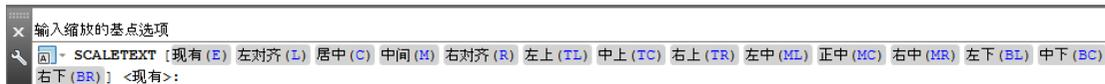

图 7.2.6 命令行提示
Step3. 系统命令行提示 **选择对象:**  , 选取欲缩放的文字,按 Enter 键结束选取;在图 7.2.6 所示的提示下直接按 Enter 键;输入新高度值 5 后,按 Enter 键。至此完成缩放操作。
- 可以通过图 7.2.6 中的选项指定比例缩放文字的基点位置。指定的基点位置将分别应用到每个选择的文字对象上。例如,如果选择“中间(M)”选项,则分别对每个文字对象基于对象的中间点进行缩放。这不会改变文字对齐方式。如要基于原插入点缩放每个文字对象,可以选择“现有”选项。